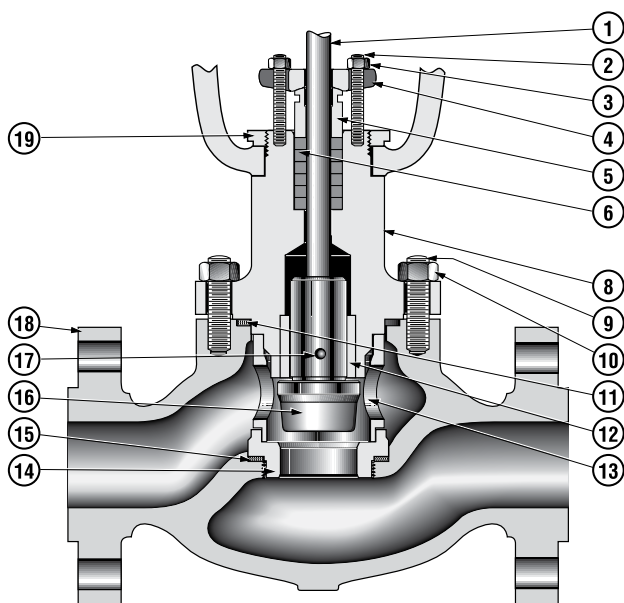

Figure 13
8.2 Trim à siège pincé (Figure 13 ou 15)
- B. Disposer le joint de siège (15) ainsi que le siège lui-même (14).